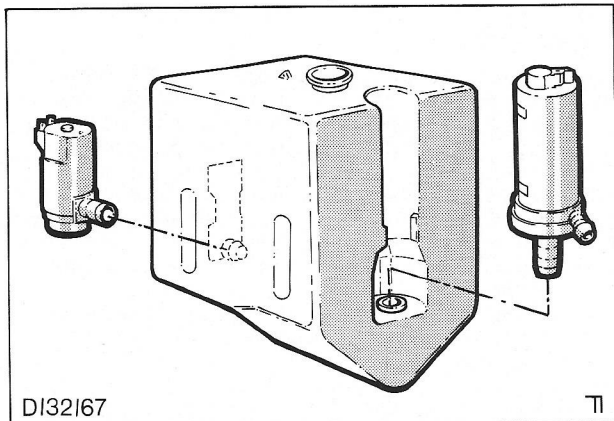

Fig. 43. Losmaken van de pompen van het reservoir
5. Verwijder het reservoir en de pomp(en). Fig. 43.